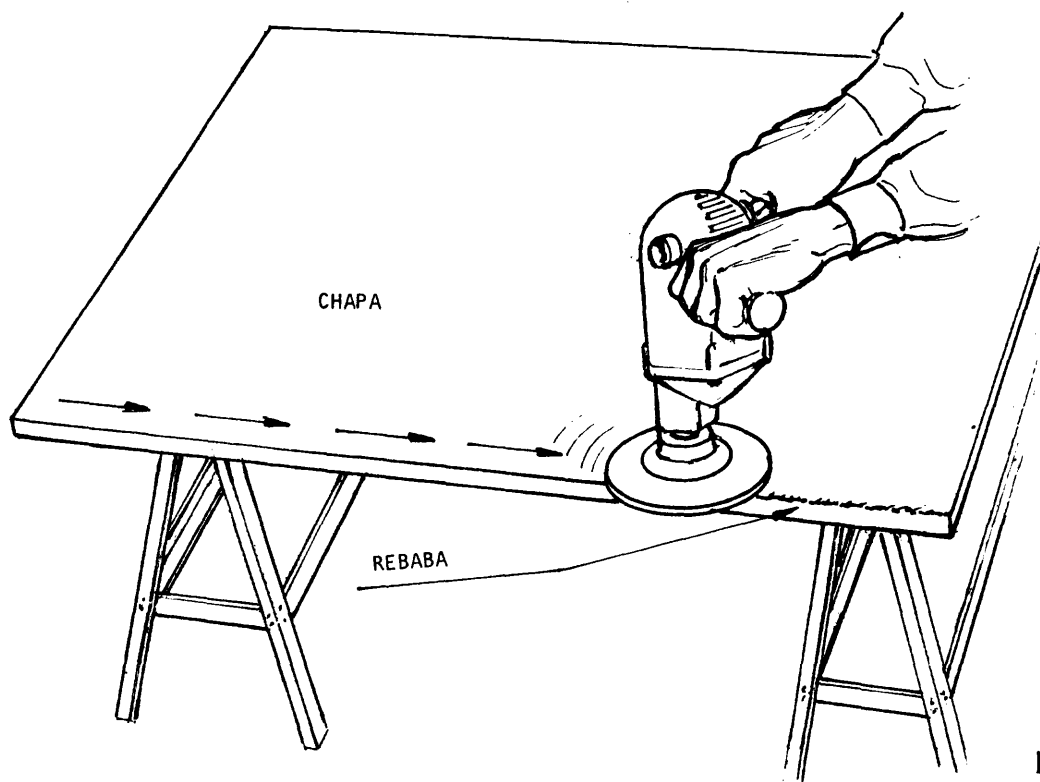

Fig. 3
- b Vaya avanzando a medida que elimina las rebabas (fig. 3).